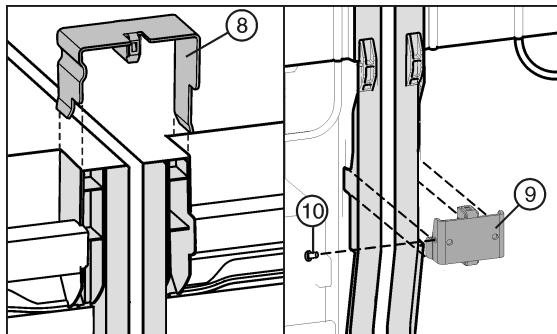

Fig. 25
- Coloque una abrazadera de unión Fig. 25 (8) en la parte superior de las paredes laterales intermedias.
- Introduzca una escuadra de unión Fig. 25 (9) en la escotadura adecuada de la parte inferior.
- Si la escuadra de unión está algo floja, monte un tornillo Fig. 25 (10).